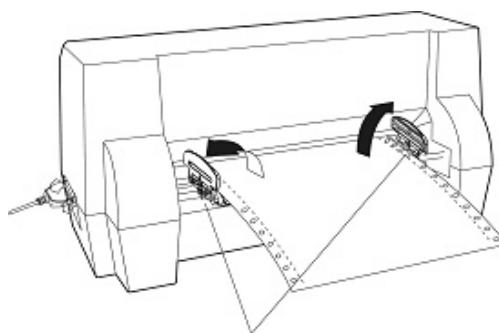

图 3-7 将连续纸安装在拖纸器上
4. 松开拖纸器锁定杆，将连续纸平行地装入拖纸器齿轮上（如图 3-7 所示）。